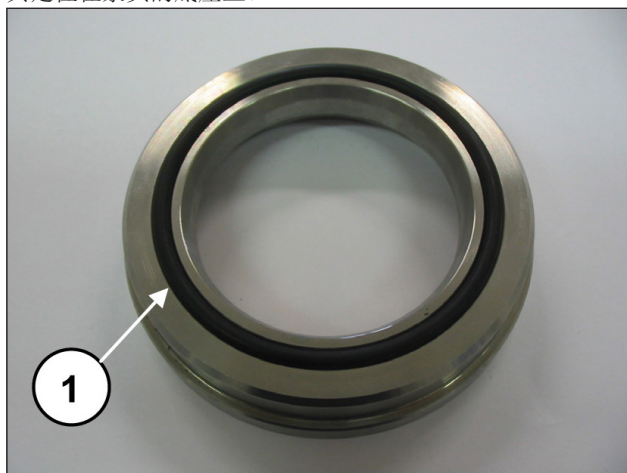

图 173
现在将O形圈（位置①，图 173）安装在护垫头环上，并将其定位在泵头的底座上。